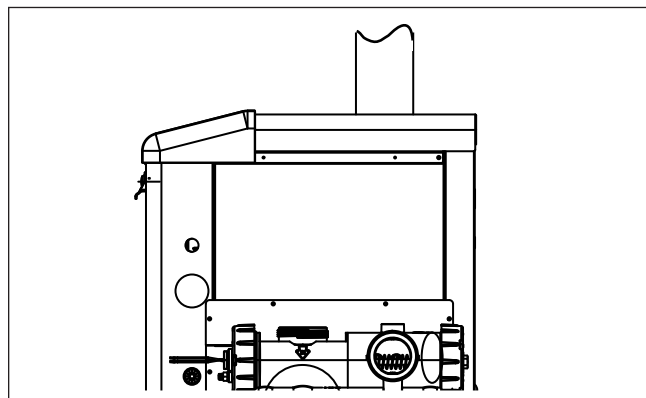

Figura 6. Instalación de la tubería del respiradero
2. Instale la tubería del respiradero en el collar de respiradero para interiores. El collar tiene cabida para una tubería de venteo nominal de 6 pulg., 7 pulg. u 8 pulg. (15, 18 o 20cm) de diámetro, véase Tabla 4, dependiendo del modelo de su calentador, véase Figura 6. Consulte la sección de instalación de venteo para leer información importante sobre la selección apropiada del tamaño de la tubería.